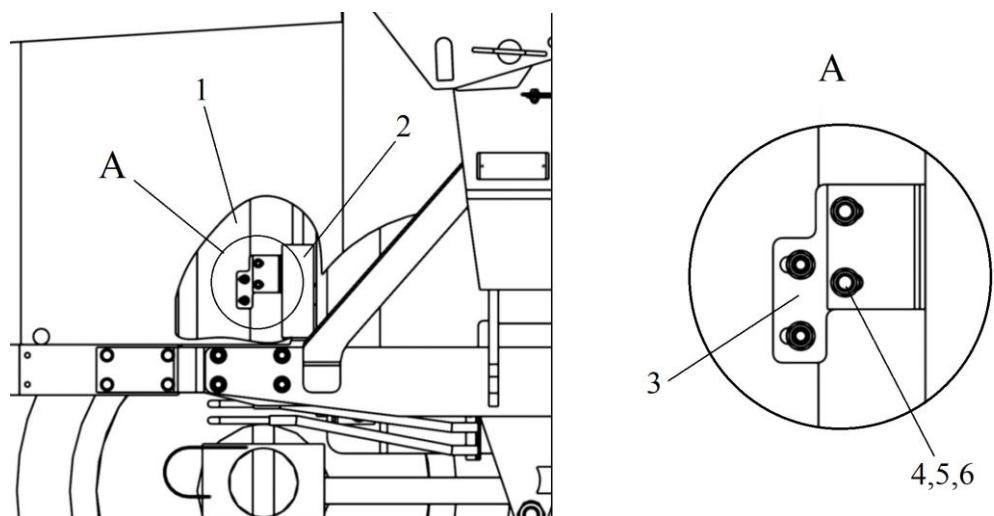

Рисунок 13 – Установка кронштейна КУН 1000-Л8.00.403:
6.1.6 Снять фильтр поз.2 с радиатора поз.1(рис. 13). Установить фильтр на радиатор при помощи кронштейна КУН 1000-Л8.00.403 поз.3(см. рис. 13, 14), используя болты M8x20, гайки M8DIN, шайбы A.8.01 в кол-ве 2 шт.